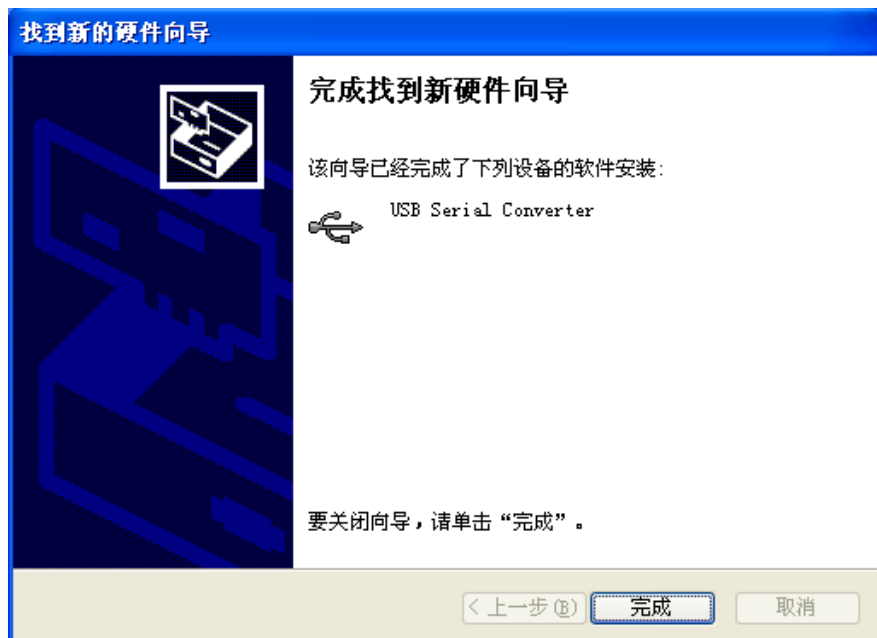

图 2-15
- ◆ 图 2-15 显示 Windows XP 复制所需要的驱动文件。